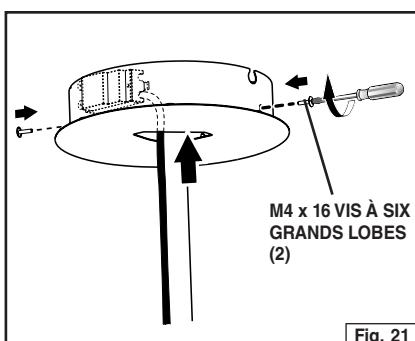

Fig. 21
3. Installez l'auvent de plafond et attachez avec (2) vis à six grands lobes M4 x 16. Fig. 21. Retirez le revêtement protecteur.